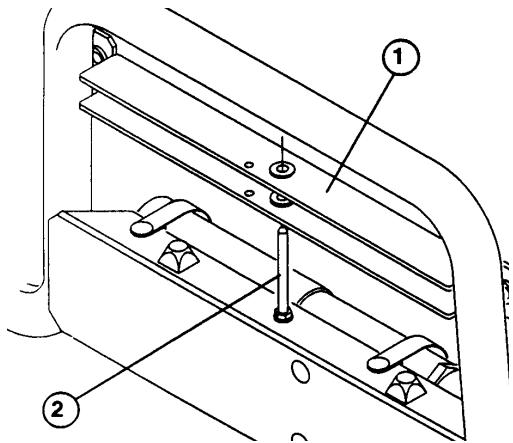

Figure 10
- Sortir la béquille du goujon de rangement en haut du profilé de soutien de dossier du Workman (Fig. 10).